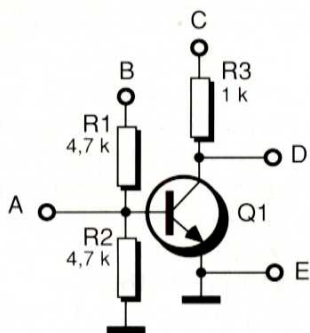

Figura 1
3. Quali delle seguenti tensioni, se applicate ai punti B e C, polarizzerà Q1, di Figura 1, in modo che conduca?
4. Sempre con riferimento alla Figura 1,